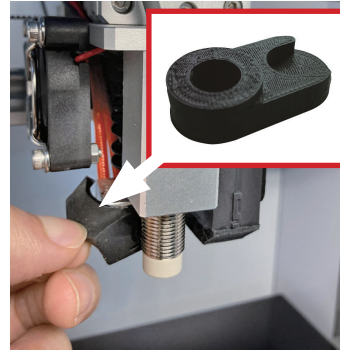

Abb. 2
5. Legen Sie das Z-Sensor-Kalibrierwerkzeug unter den Z-Sensor und die Düse. Siehe Abb. 2.